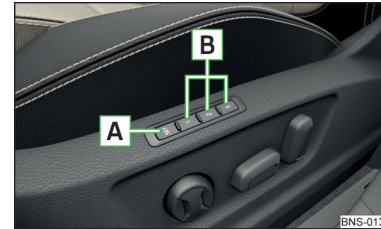

Abb. 87
Unter den Speichertasten **B** am Fahrer- bzw. Beifahrersitz kann jeweils eine Einstellung der jeweiligen Fahrersitz- und Außenspiegelposition gespeichert werden » Abb. 87.
- ▶ Die Taste **SET** **A** » Abb. 87 drücken und anschließend innerhalb von 10 s die gewünschte Speichertaste **B** drücken. Das Speichern wird mit einem akustischen Signal bestätigt.
- ▶ Die Zündung einschalten und die gewünschte Speichertaste **B** » Abb. 87 drücken.